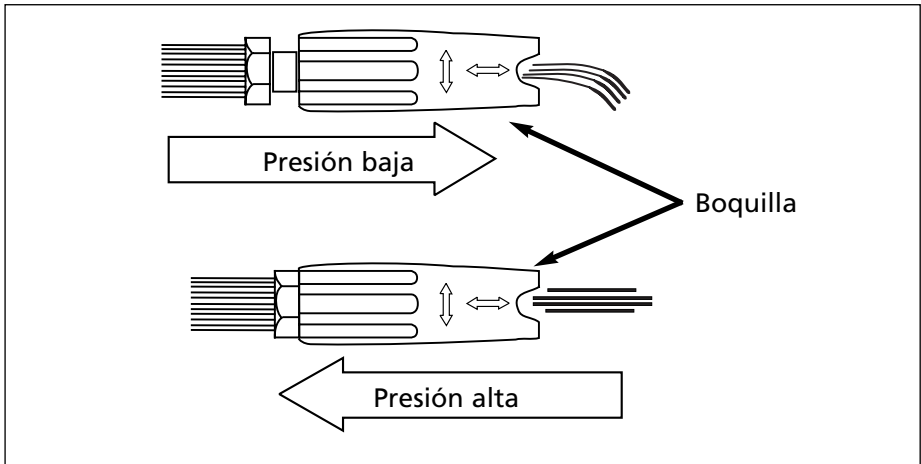

Figura 20 - Ajuste de la boquilla para regular la presión
presión baja (Vea la Figura 20). El jabón sólo se puede succionar a baja presión.
- 3a. Coloque la mano alrededor de la sección final de rociado de 8,9 cm (3,5") de la lanza (la sección que gira de izquierda a derecha). Tire firme y rápidamente hacia afuera. (**NOTA:** No ajuste la lanza mientras está rociando.) La lanza se extenderá 12,7 mm (1/2") y quedará en presión baja (Vea la Figura 20). El jabón sólo se puede succionar a baja presión.
- 3b. Para unidades con puntas de conexión rápida: use la punta de rociado de conexión rápida negra de 65° (Vea la Figura 20).